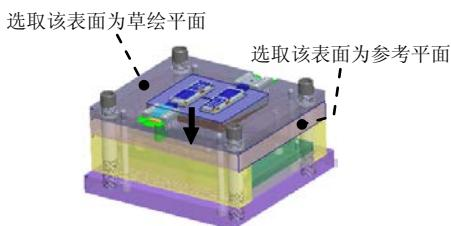
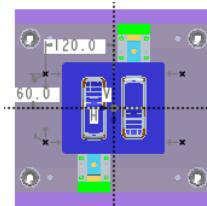

图 31.86 定义草绘平面
图 31.87 截面草图
Step1. 创建复位杆参考点。单击 **模型** 功能选项卡 **基准** ▾ 区域中的“草绘”按钮 ，系统弹出“草绘”对话框；选择图 31.86 所示的表面为草绘平面，选择图 31.86 所示的工件侧面为参考平面，方向为 **右**，然后单击 **草绘** 按钮，至此系统进入截面草绘环境；绘制图 31.87 所示的截面草图（四个点），完成截面的绘制后，单击“草绘”操控板中的“确定”按钮 。
Step2 创建复位杆修剪面。在屏幕右下角的“智能选择栏”中选择“几何”选项。选取图 31.86 所示的草绘平面，然后单击 **模型** 功能选项卡 **操作** ▾ 区域中的“复制”按钮 。单击“粘贴”按钮 。在“曲面：复制”操控板中单击  按钮；单击 **EMX 装配** 功能选项卡 **准备** ▾ 控制区域下拉列表中的  识别修剪面 按钮，系统弹出“修剪面”对话框，单击对话框中的 ，系统弹出“选择”对话框，选取之前复制的曲面为复位杆修剪面；在“选择”对话框中单击 **确定** 按钮，然后单击 **关闭** 按钮。